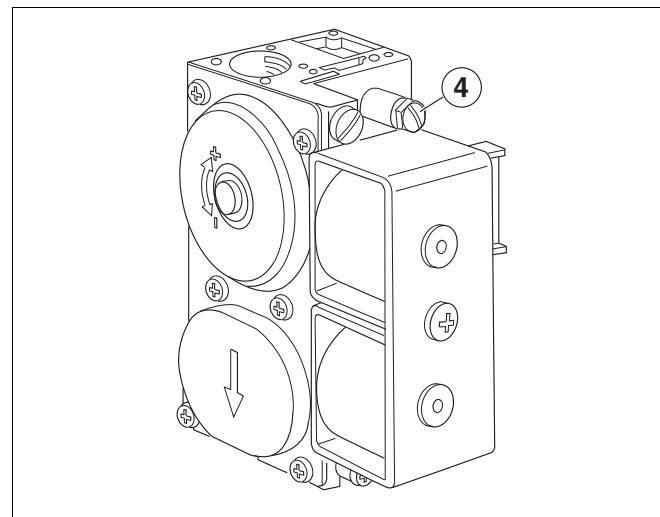

Abb. 2 SIT830 Tandem
- Verschlußschraube des Prüfnippels für Anschlußdruck (Abb. 2 bis 4) zwei Umdrehungen lösen; bei SIT 830 Tandem Verschlußschraube entfernen.